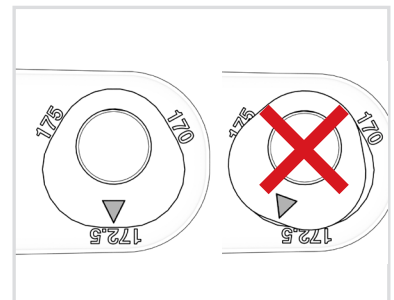

FIG. 4
- Mit Hilfe der Tri-Lobe Zwischenscheibe wird die richtige Kurbellänge festgelegt. Achten Sie bei der Montage darauf, dass die Scheibe mit der Markierung auf die richtige Kurbellänge zeigt und die Scheibe plan und ausgerichtet in der Vertiefung der Kurbel liegt (Fig. 4). Setzen Sie die Tri-Lobe Mutter von innen so in die Kurbel ein, dass die Bohrungen in der Zwischenscheibe und Mutter die gleiche Position haben.